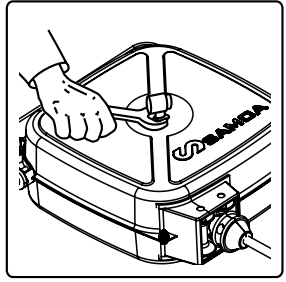

fig. 4a
1. Mit einem Schraubenschlüssel -wie in Bild 4a und 5a- das Gelenk abschrauben und abnehmen (siehe Zeichnung mit Bezug zu den entsprechenden Teil-nr.).